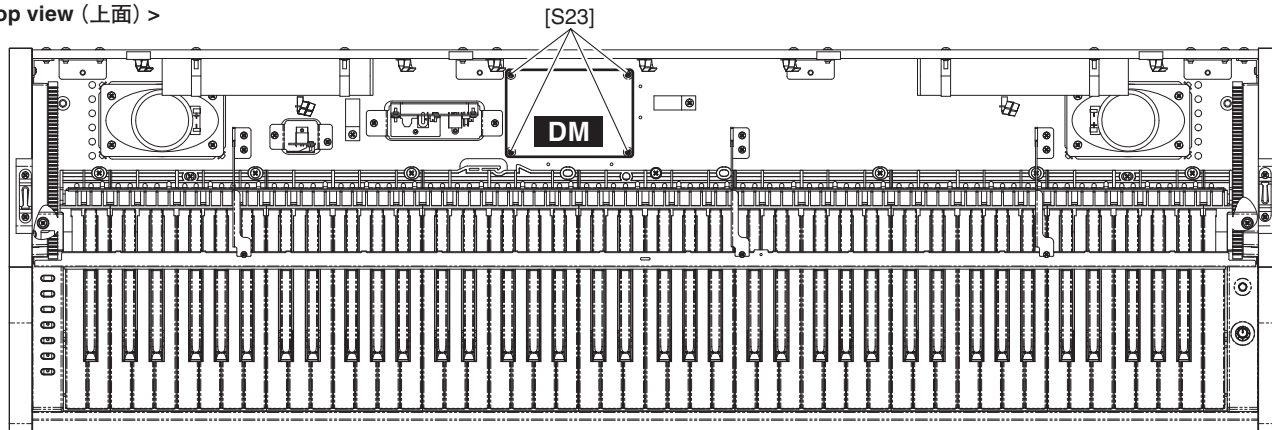

Fig. 2 (図2)
- 3-3 Remove the four (4) screws marked [S23]. The DM circuit board can then be removed. (Fig. 2)
- 3-3 [S23] のネジ 4 本を外して、DM シートを外します。(図2)